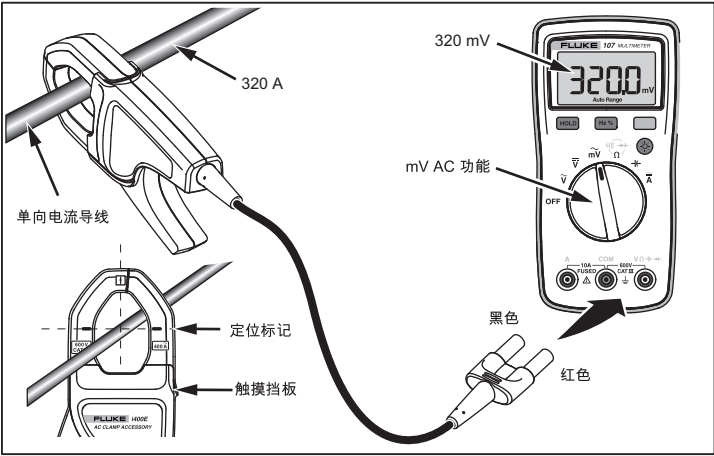

图 1.i400E 使用设置
本产品使用方法（见图 1）：
3. 将本产品固定在待测的带电导线上。确保夹口在导体上紧密闭合。导线安置在夹口定位标记中间位置时，本产品具有最高的精度，参见图 1。
为避免触电或人身伤害，将手指放在触摸挡板后面，参见图 1。